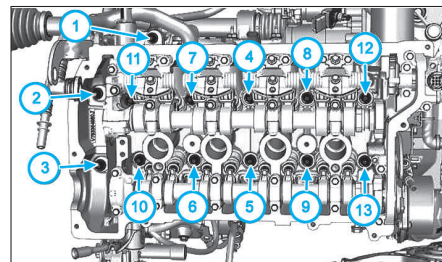

Fig. 79
- Dégrafer le faisceau (38).
- Déposer le support intermédiaire (39).
- Débrancher le connecteur de l'électrovanne (40).
- les vis de culasse de 1 à 3 (Fig.79),